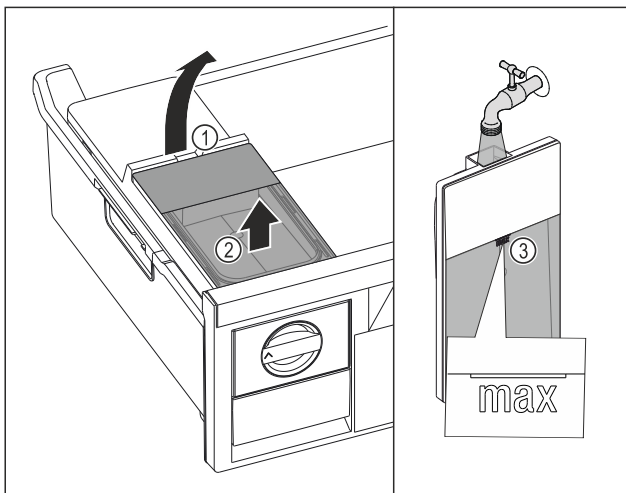

Fig. 75
- Lyft vattenbehållaren i fördjupningen Fig. 75 (1).
- Ta ut vattenbehållaren uppåt. Fig. 75 (2)
- Fyll vattenbehållaren med dricksvatten upp till markeringen Fig. 75 (3).